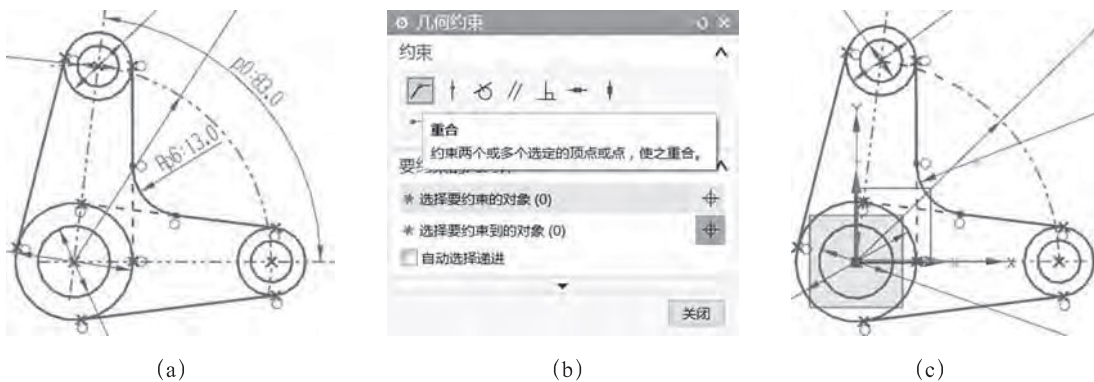

图 2-48 倒圆角和草图定位
- ✧ 对内侧的两条共切线倒圆角，并驱动圆角半径为15，如图2-48 (a) 所示。
- ✧ 定位草图，将大圆圆心定位到草图坐标原点，如图2-48 (b) 所示，使用几何约束的“点重合”，完成后如图2-48 (c) 所示。